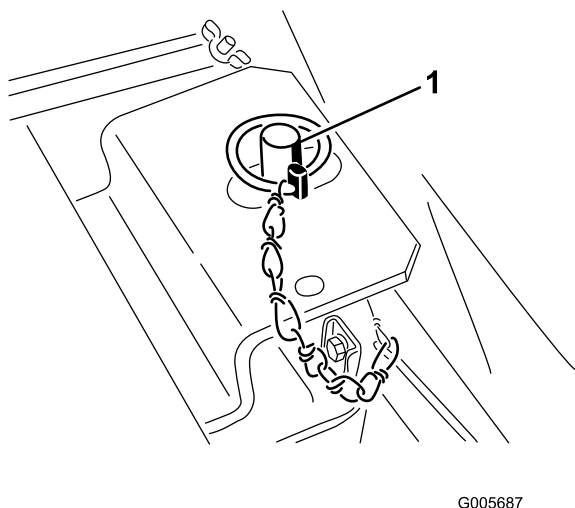

Figure 11
6. Dégagez la béquille de support du siège et baissez-la. Abaissez le siège et poussez la goupille à anneau dans le goujon de verrouillage du siège. Repliez l'extrémité métallique de la goupille par-dessus le goujon du verrou (Figure 11).
8. Dégagez la béquille de support du siège et baissez-la. Abaissez le siège et poussez la goupille à anneau dans le goujon de verrouillage du siège. Repliez l'extrémité métallique de la goupille par-dessus le goujon du verrou (Figure 11).